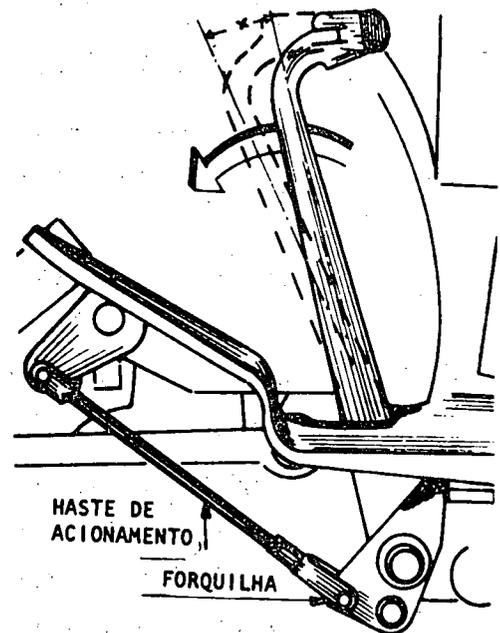

Fig. 1
- 1º Passo - *Afrouxe a contraporca da haste de acionamento (fig. 1).*